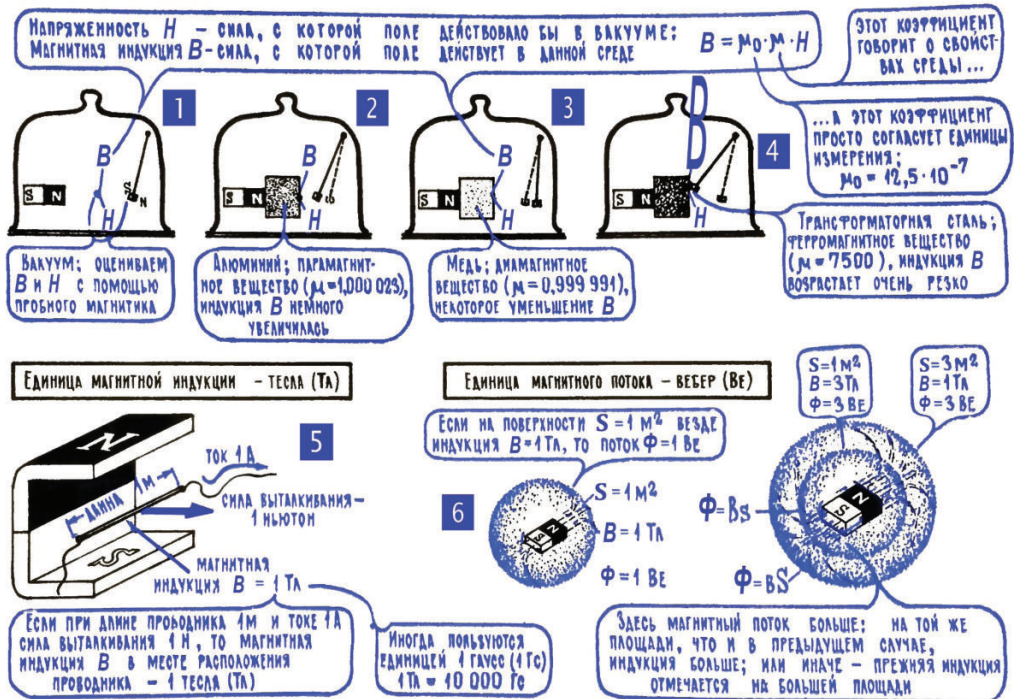

Рис. 5.4. Характеристики магнитного поля
А вот все основные магнитные характеристики – это характеристики магнитного поля. Одна из них – напряженность поля (H) – показывает, с какой силой магнитное поле в данной точке действовало бы на определенный пробный магнит, скажем на проводник с током в 1 А, если бы действие происходило в вакууме (рис. 5.4; 1). События переносятся в вакуум, чтобы исключить всякое влияние среды, и поэтому можно считать, что напряженность поля – это абсолютно чистая характеристика: она говорит только о возможности магнита, который создает магнитное поле. И ни о чем другом. Единица напряженности – ампер на метр (А/м). Магнитное поле с такой напряженностью появляется на расстоянии 16 см³ от проводника, по которому идет ток в 1 ампер.
Если напряженность говорит о том, что могло бы делать магнитное поле, то вторая характеристика – индукция – говорит о том, что оно делает реально, с учетом среды (рис. 5.4; 2). *Магнитная индукция* (B) показывает реальную силу, с которой поле в данной точке действует на пробный магнит. Единица магнитной индукции – *тесла* (Т или Тл).